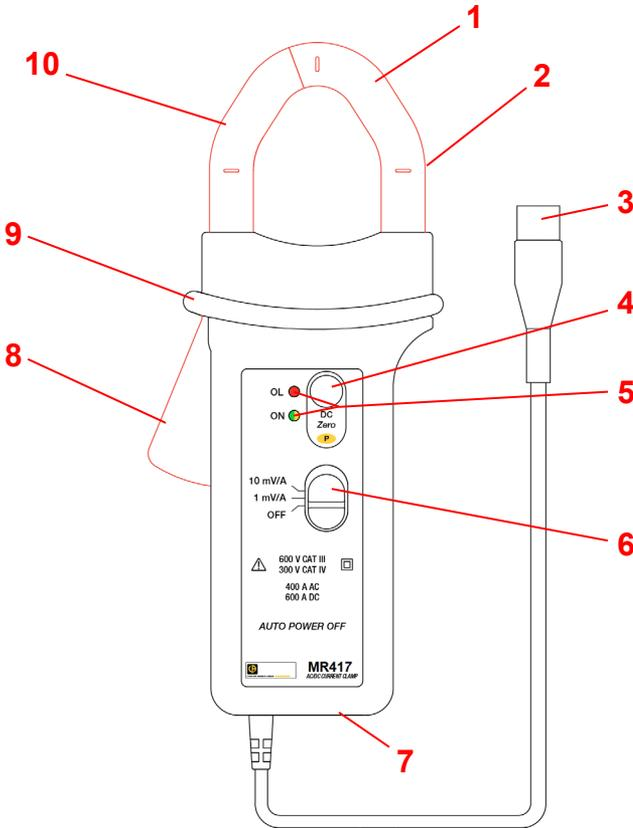

Figure 1 (MR417)
2. Serrer les mâchoires autour du conducteur à mesurer. Utilisez les marques de centrage sur les mâchoires pour positionner la pince autour du conducteur. Si la mesure doit être utilisée dans un calcul de puissance, assurez-vous que la flèche sur les mâchoires de la pince (voir Figures 1 et 2) pointe dans la direction du courant: source \Rightarrow charge.